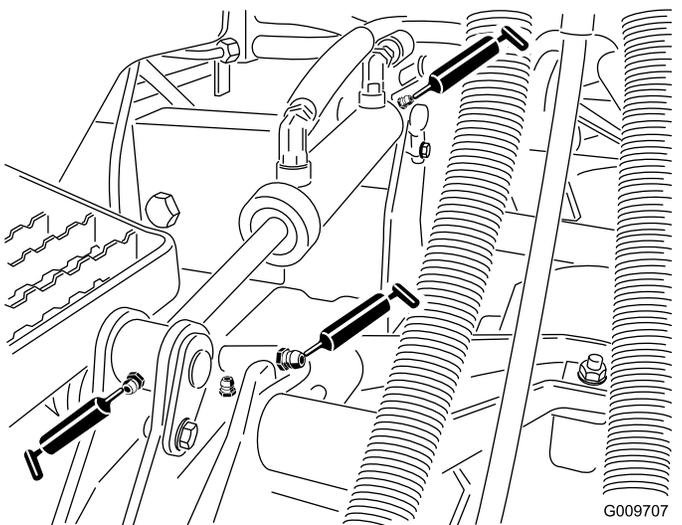

Figura 51
- Casquilhos do braço de elevação (1 por plataforma) (Figura 51)
- Casquilhos do cilindro de elevação (2 por plataforma) (Figura 51)